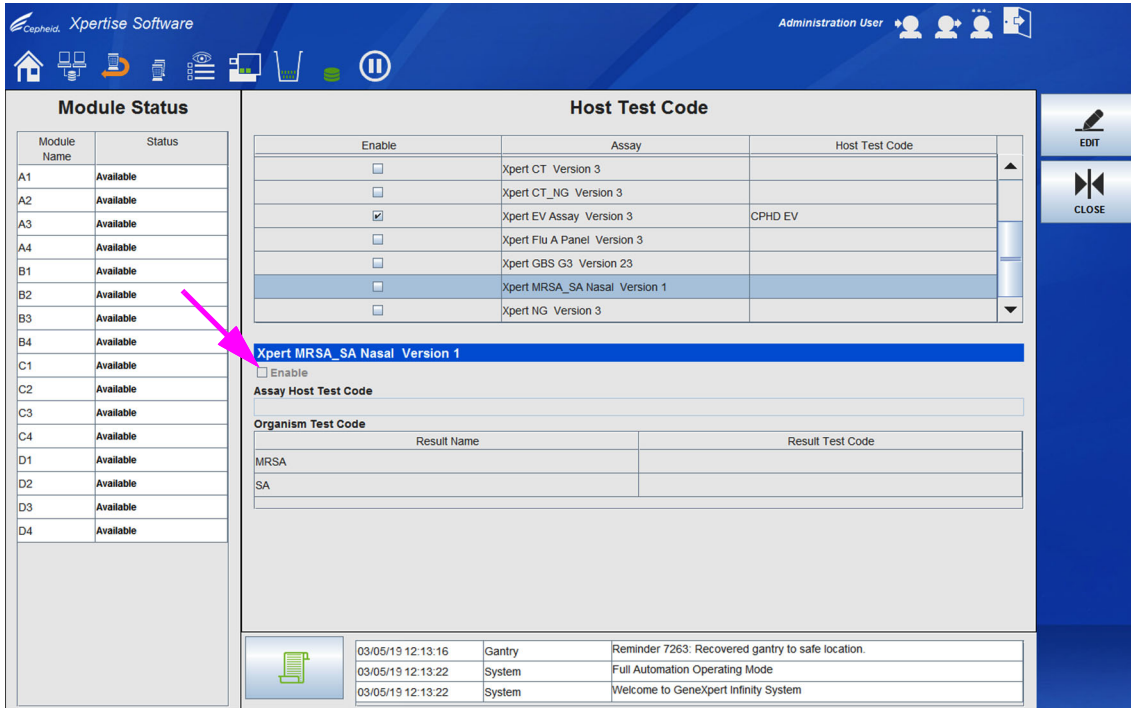

図 2-38. ホストテストコードワークスペース – 複数結果アッセイ
2. **有効にする (Enable)** チェックボックス (図 2-38 を参照) を選択すると、定義されたアッセイテストコードを使用して、ホストがテストオーダーをダウンロードし、Infinity システムが結果をホストにアップロードできるようになります。